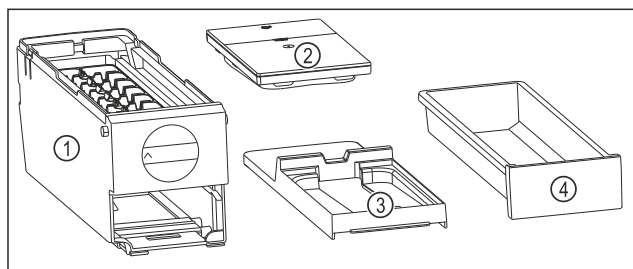

Fig. 76 Составные части EasyTwist-Ice
- ▷ EasyTwist-Ice разобран на четыре части. (см. Fig. 76)
- Разбирайте EasyTwist-Ice только на составные части, представленные на рисунке. (см. Fig. 76)
- Очищайте корпус EasyTwist-Ice Fig. 76 (1) как цельное устройство.